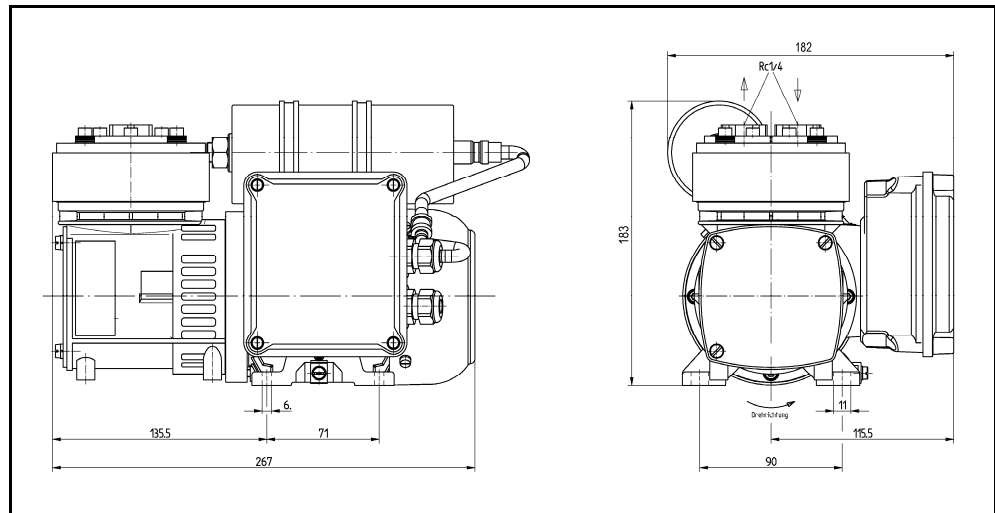

Fig. 3: Befestigungsmaße
Befestigungsmaße → Befestigungsmaße der Fig. 3 entnehmen.
2. Saug- und Druckleitung anschließen (zu Gewindegröße und Durchflussrichtung siehe Fig. 3).